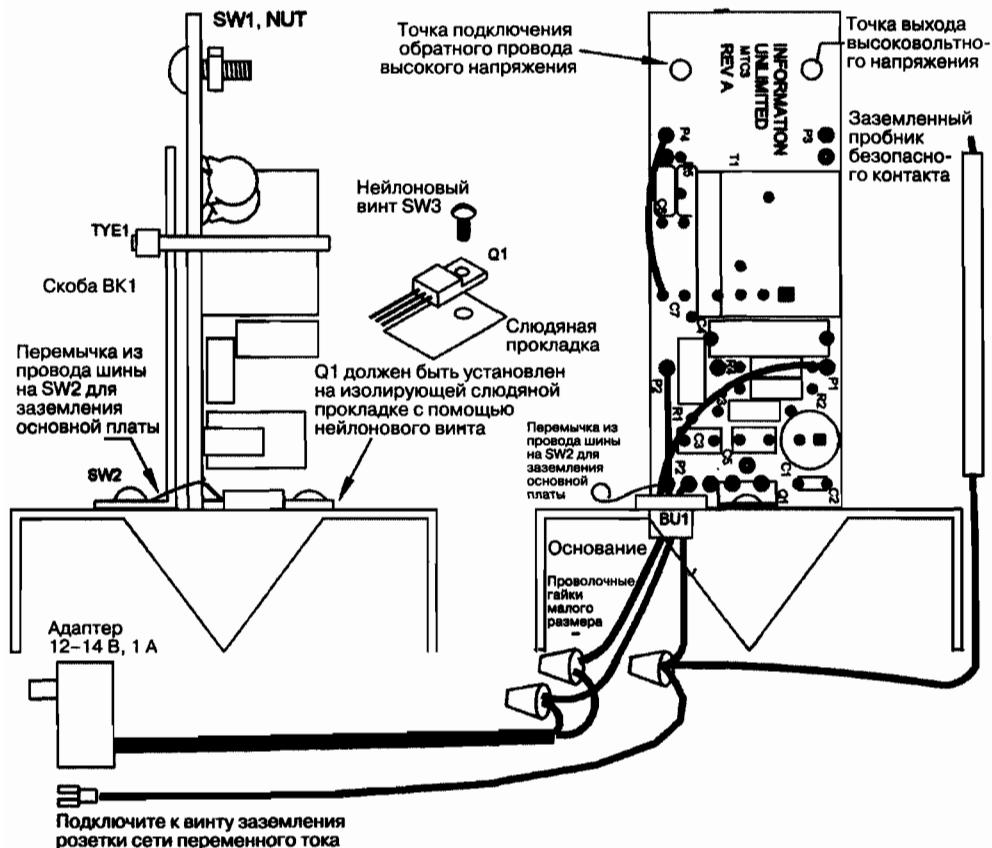
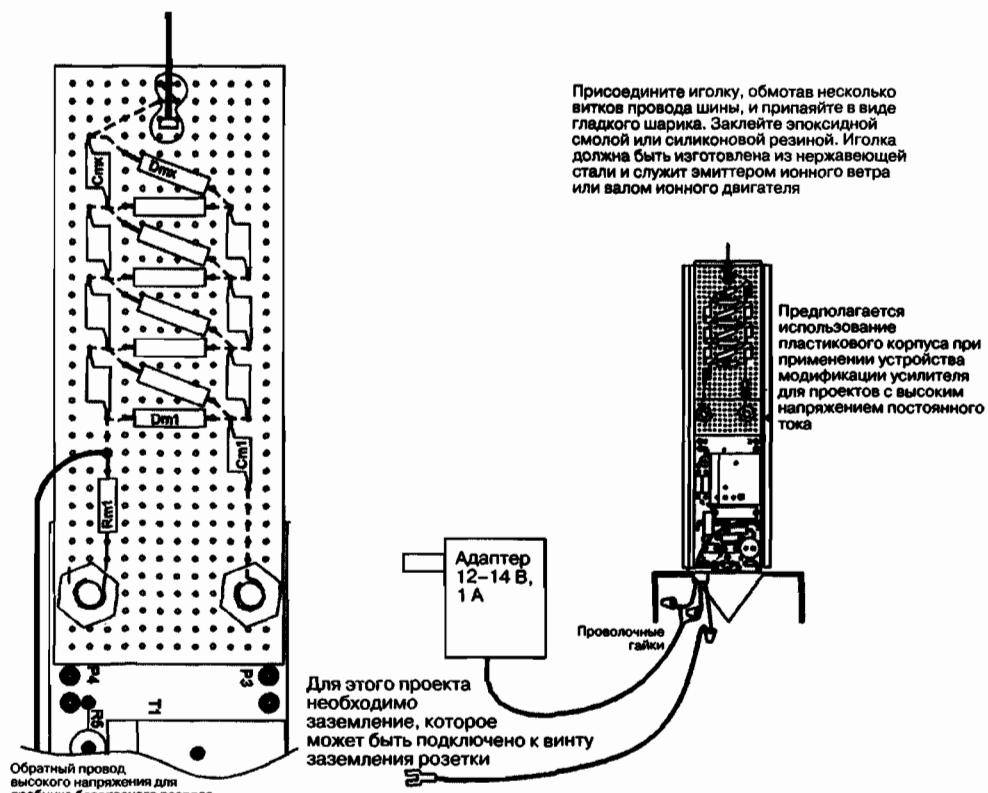

Рис. 16.4. Сборочный чертеж устройства
Рис. 16.10. Модификация усилителя
1. Изготовьте основную секцию BASE из алюминиевой пластины 7,62×7,62×0,15 см и просверлите отверстие, чтобы установить на ней теплоотвод для Q1, а также маленькое отверстие для SW2, который фиксирует скобу BK1, и отверстие для проходного изолятора BU1. Примерьте все компоненты перед началом сверления. Загните края основания вниз, как показано на рис. 16.4.
3. Проведите окончательную сборку (см. рис. 16.4). Прикрепите сборочную плату к скобе с использованием пластикового охватывающего зажима. Заземлите основную секцию с помощью короткого куска провода шины под SW2, подключите провод к линии P2 на плате.
Важно, чтобы устройство было заземлено там, где это указано, с раздельным подключением к заземленному объекту. Использование сетевого адаптера требует отдельного провода заземления для правильной работы, поскольку внешняя схема обычно изолирована от первичной вилки питания и нет третьего контакта заземления. Для такого внешнего соединения можно использовать винт или приемную плату, как показано на рисунках. При использовании преобразователя напряжения автоматическое заземление достигается благодаря третьему контакту сетевой вилки, которая соответствует отрицательному выводу – выводу заземления (см. рис. 16.4). Эксперименты с ионами потребуют модификации усилителя в сборке устройства, как показано на рис. 16.10.
- Ионный высокоскоростной двигатель. Вращает металлический ротор со скоростью тысячи оборотов в минуту (рис. 16.10).
- Силовое поле. Оказывает сильное давление на объект, расположенный на поверхности (см. рис. 16.10).
- Замораживание движения. Захватывает высокоскоростное периодическое движение в какой-то момент времени (см. рис. 16.10).
- Передача заряда и заряд конденсатора. Заряжает объекты до высокого напряжения без контакта (см. рис. 16.10).
- Генератор отрицательных ионов и ионный ветер. Вырабатывает поток полезных отрицательных ионов, которые легко обнаружить (см. рис. 16.10).